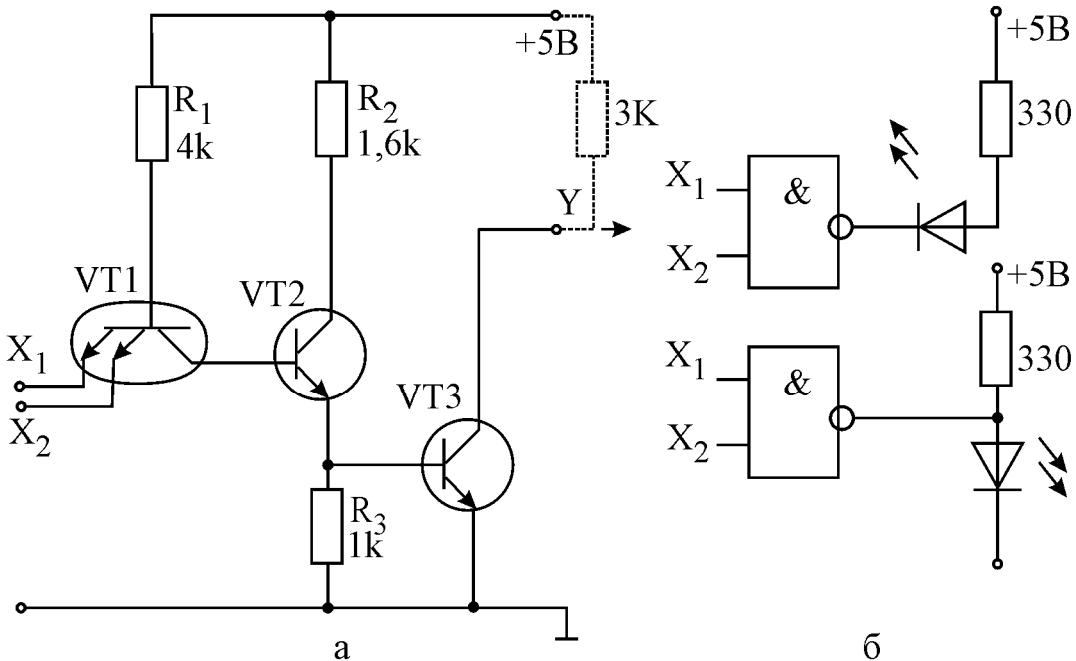

Рис.3.3. Базовый элемент ТТЛ с открытым коллектором (а); его использование для управления светодиодной индикацией (б)
2.4 В. На практике используются также микросхемы, у которых выход представляет собой так называемый “**открытый коллектор**” (например 155ЛА8 – рис. 3.3). В состоянии “1” напряжения на выходе микросхемы нет, транзистор VT3 открыт, что воспринимается внешней схемой как обрыв. Чтобы в состоянии “1” получить на выходе высокий уровень, к выходу подключается так называемый “**подтягивающий**” резистор (показан пунктиром).
Основным назначением элементов с открытым коллектором является работа на шину (здесь не рассматривается), однако они выполняют и другие функции. Микросхемы с открытым коллектором удобны для управления светодиодами индикации (см. рис.3.3) и элементами схемы с рабочим напряжением, превышающим 5 В.